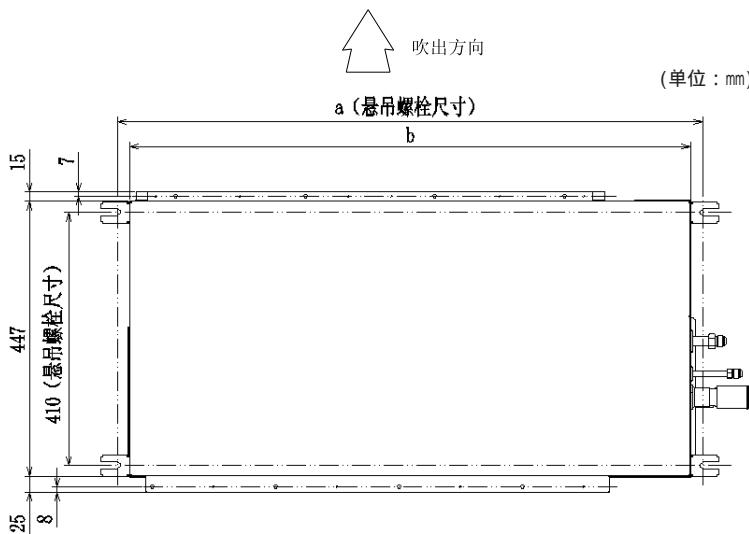

图 4.3 悬吊螺栓
(1) 标示悬吊螺栓位置、制冷剂管连接位置和排水管连接位置。
(2) 安装尺寸如图4.3所示。